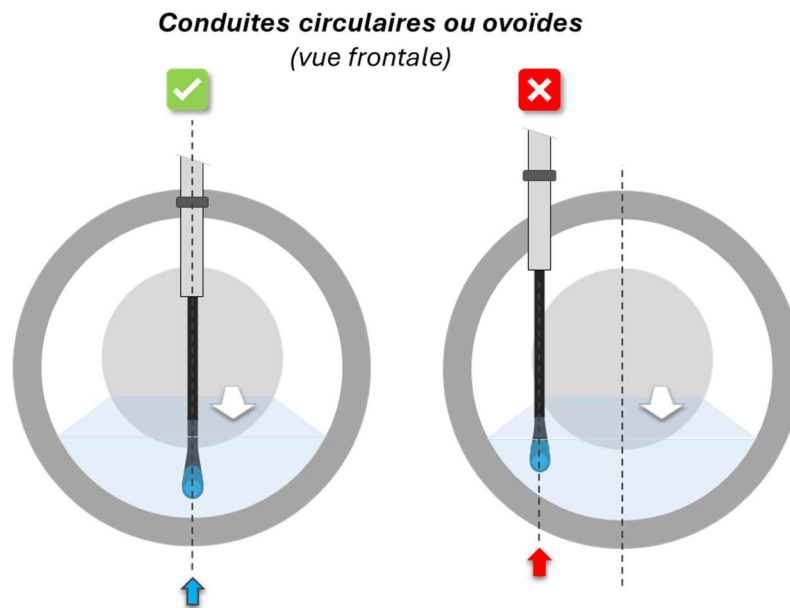

Figure 10 : Positionnement optimal (centré) du biocapteur NODE LM dans une conduite circulaire ou ovoïde.
- Dans une conduite circulaire ou ovoïde, le biocapteur NODE LM doit être préférentiellement installé en position centrale (Figure 10) pour optimiser ses performances face à l'encrassement par des macrodéchets et limiter son exposition hors d'eau lorsque les hauteurs d'eau diminuent (typiquement pendant la nuit).